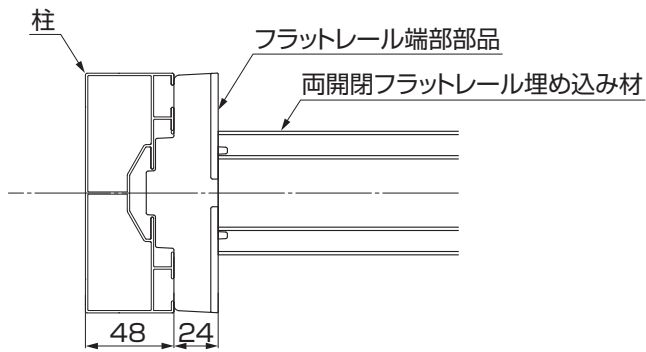
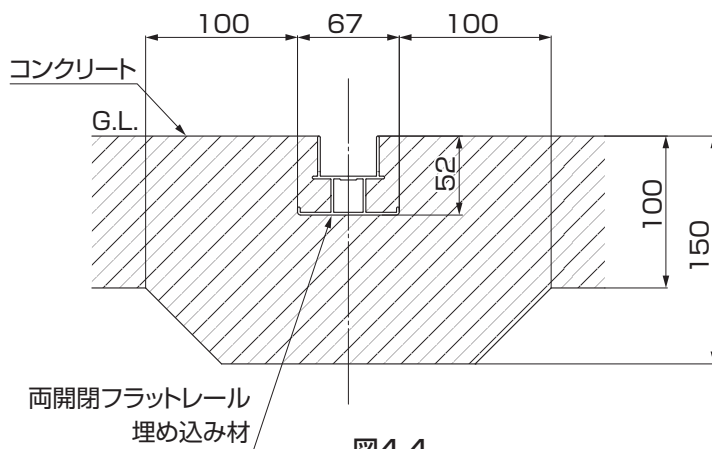

図4-3
図4-4
③図にしたがって、柱との垂直や、GL面との水平等に注意し、両開閉フラットレール埋め込み材を施工してください。(図4-3および図4-4参照)